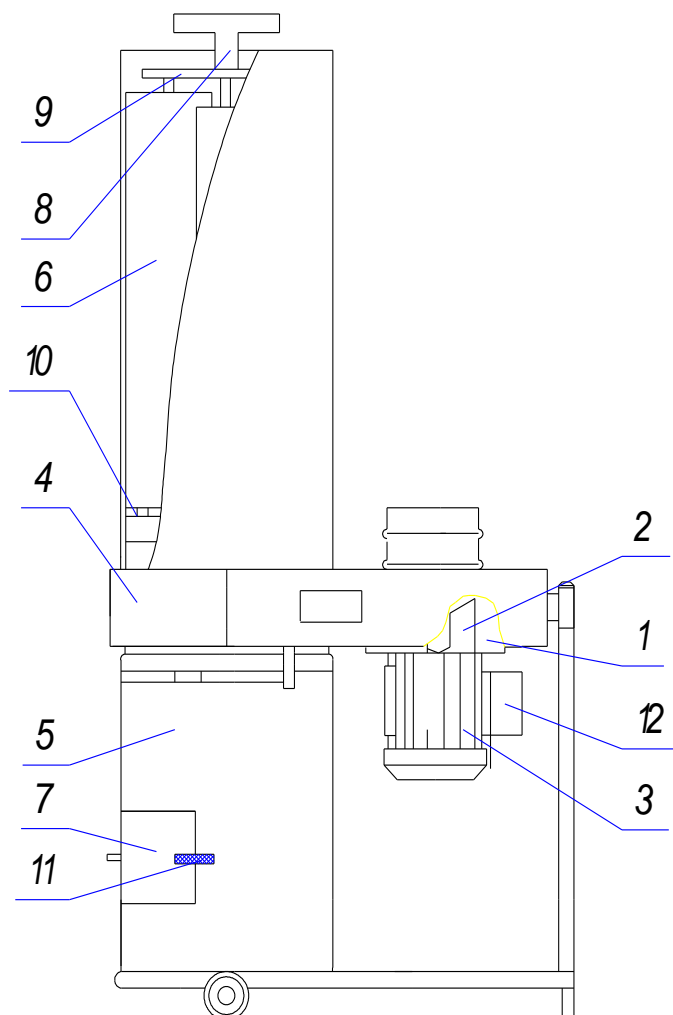

Рис.2
1.3.2. Воздушный поток (см. рис.2) по воздуховоду поступает в центральную часть улитки 1, где вращающееся рабочее колесо 2, приводимое в действие электродвигателем 3, ускоряет поток и вводит его в корпус Установки 4.
- 1.4.4. Собрать Установку согласно рис. 2.